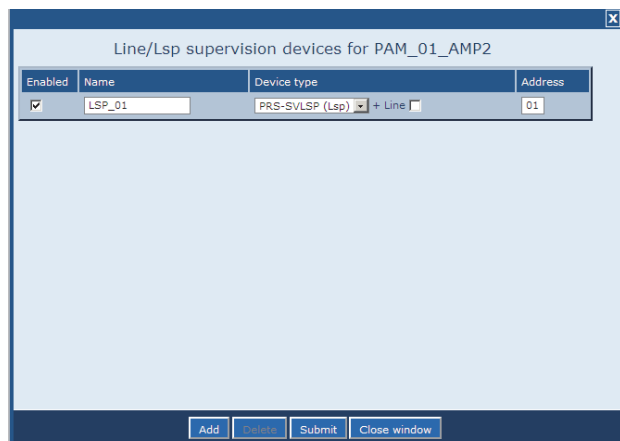

figura 44.18: Adicionar um dispositivo de supervisão, passo 4
- 4 Clique no botão *OK* para adicionar o dispositivo de vigilância à saída de áudio do amplificador de potência. Aparece um ecrã semelhante ao da figura 44.18.